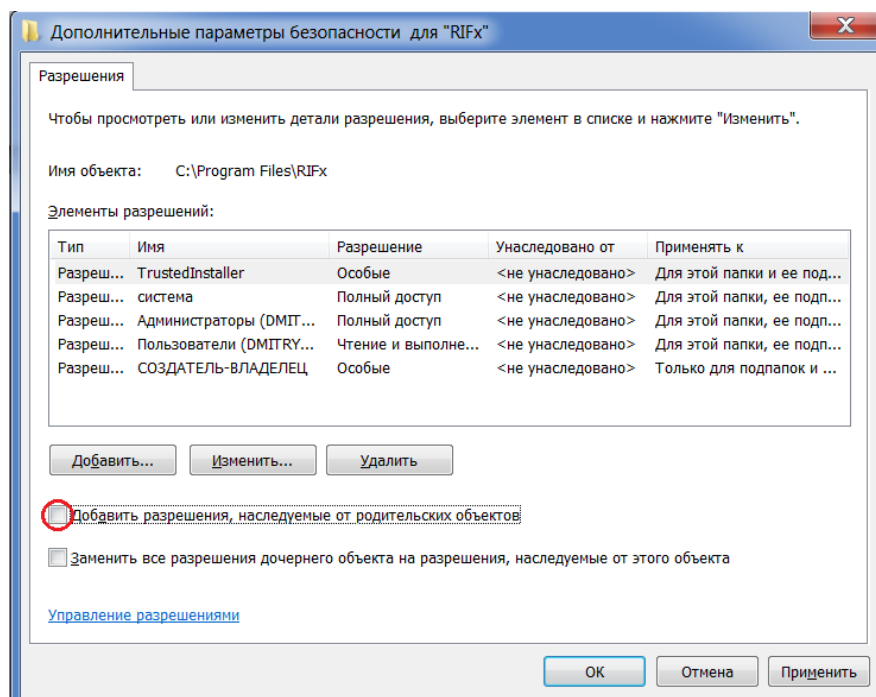

Рисунок A3.
4.7 Внизу снять галочку в поле «добавить разрешения, наследуемые от родительских объектов» (см. рисунок A3).